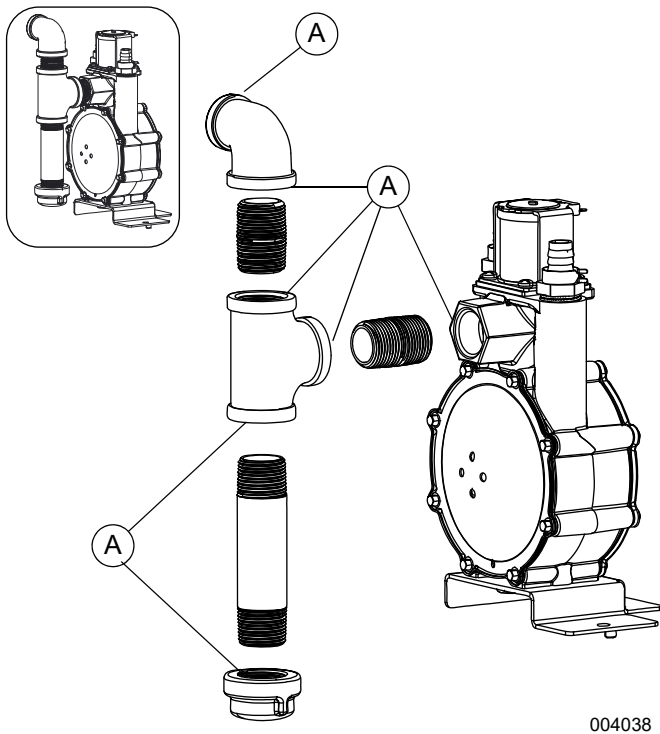

Figure 4-12. Vérification des fuites aux points de raccordement
Voir Figure 4-12. Effectuez un essai d'étanchéité du circuit de carburant après l'installation du générateur. L'essai permettra d'identifier les fuites éventuelles à tous les points de raccordement (A).